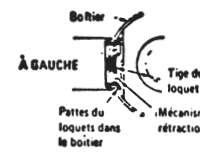

Fig. 3
- i - Placer le châssis de sorte que les agrafes du loquet soient tournées vers la gauche (Fig. 3).